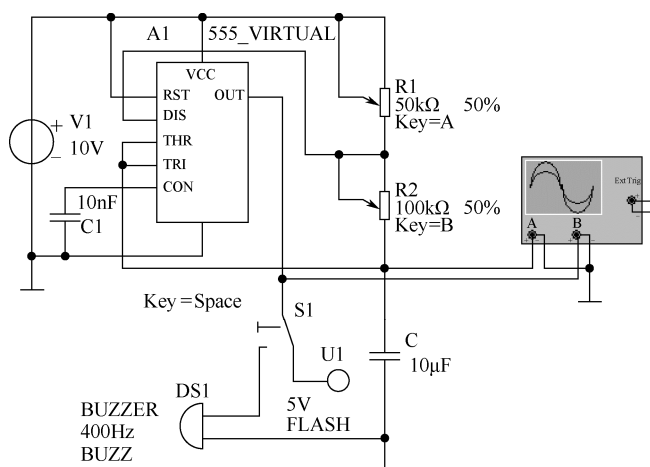
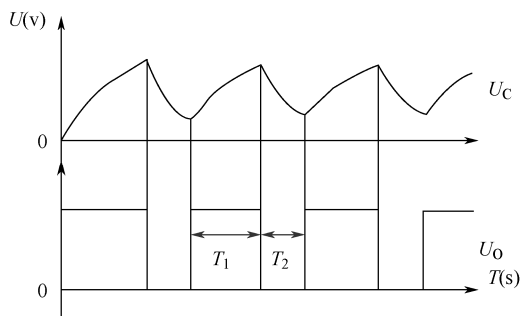

图 4.6.14 频率可调的多谐振荡器
图 4.6.15 多谐振荡器波形
任务要求：仿真如图 4.6.14 所示电路，调节电阻值，观察多谐振荡器的波形，计算周期、频率和占空比。
多谐振荡器电路无稳态，仅存在两个暂稳态，不需要外加触发信号，上电即可产生振荡。图 4.6.14 所示是外加阻容元件的由 555 芯片构成的多谐振荡器。电容 C 端和输出端的波形关系如图 4.6.15 所示。
(1) 在 Multisim 软件中绘制如图 4.6.14 所示的电路图，以文件名“555 多谐振荡器（频率可调）.ms13”保存。
(2) 电气元器件符号标准选用“IEC 60617”。
(3) R_1 、 R_2 是可调电阻器； V_1 是直流电压信号源，名称为“DC_POWER”； S_1 是单刀双掷开关，名称为“SPDT”； DS_1 是蜂鸣器，名称为“BUZZER”； U_1 是指示探针，名称为“Probe-blue”。电路中所用元器件在 Multisim 元器件库中的位置如下：